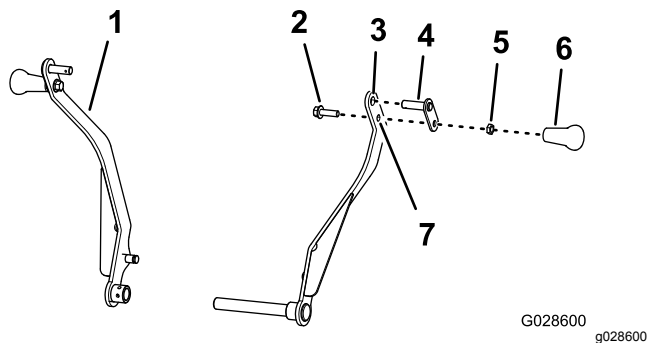

図 15
- クレードルアームの上側の穴にピボットピンを通す 図 15。
- ボルト 3/8 x 1-1/4 インチ をクレードルアームの下側の穴から、ピボットピン 図 15 のリテーナに通し、ジャムナット 3/8 インチ を取り付け 1517 N·m (1.51.8 kg·m = 11.13 ft·lb) にトルク締めする。
- ボルト 3/8 x 1-1/4 インチ にハンドルを取り付け、ハンドルをジャムナットに締め付けてハンドルを手締めする 図 15。
- もう一方のクレードルアームにも上記 1 4 の作業を行う 図 15。